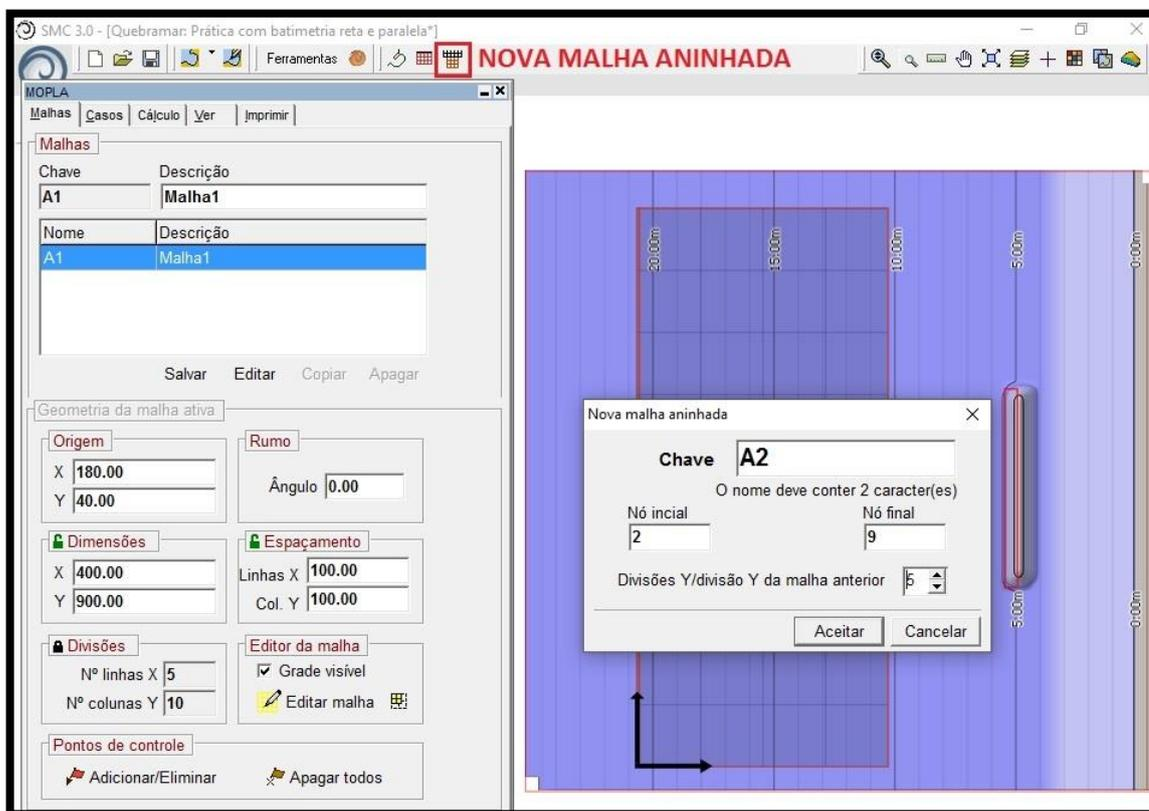

Figura 7 – O ícone "Nuevo encadenamiento" permite criar uma malha acoplada.
- 9) Criar uma malha graficamente acoplada, clicando no ícone com a imagem de malha acoplada "Nuevo encadenamiento" (Figura 7);
- "Nome (Chave)": A2 (deverá aparecer como "Nó inicial": 2 e no "Nó final": 9. Como na Figura 7, caso contrário, modificá-lo);